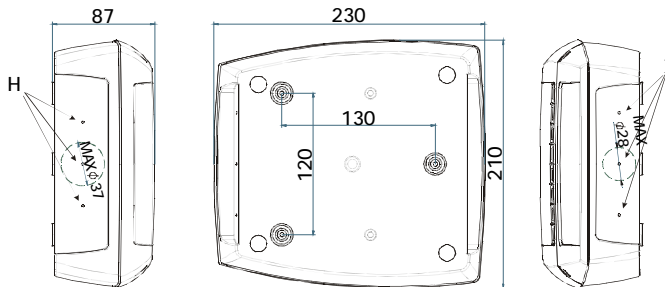

FIG. 3
3. Alakítsa ki a kábelcsatorna és a csőcsatorna részére szükséges nyílásokat. (Fig. 3, H, I, J). Ezután fúrjon 3 lyukat a falba az ábrán jelzettek alapján, hogy rögzíteni tudja a készüléket. (Fig. 3, L, M, N)
5. Helyezze a falba a csomagban található tiplket, majd a 3 csavar és o-gyűrű segítségével rögzítse a készülék hátoldalát a falra. (Fig. 3, L, M, N)
5. Alakítsa ki a kábelcsatorna és a csőcsatorna részére szükséges nyílásokat. (Fig. 3, H, I.) Fix the cablepresses and the pipepresses..